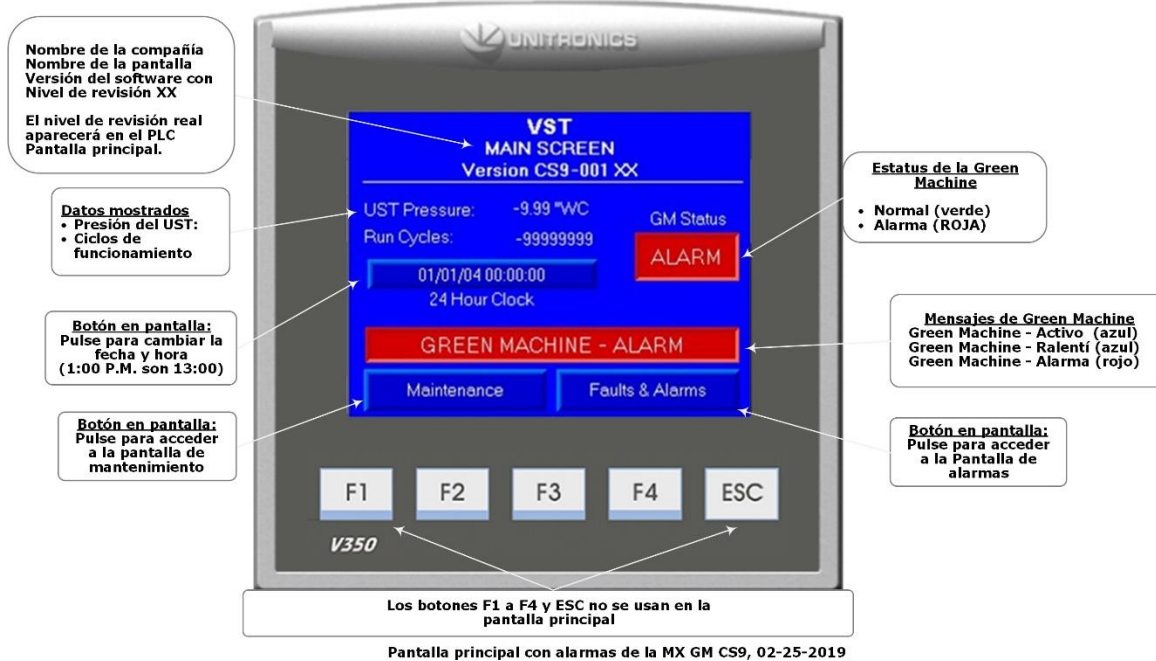

Figura 8-2: Pantalla principal del panel de control de la GREEN MACHINE de VST con una alarma activa
- Cuando se activa una alarma, el mensaje “NORMAL” (NORMAL) cambia por “ALARM” (ALARMA) y el cuadro de mensajes cambia de verde a rojo. **Vea la Figura 8-2.**